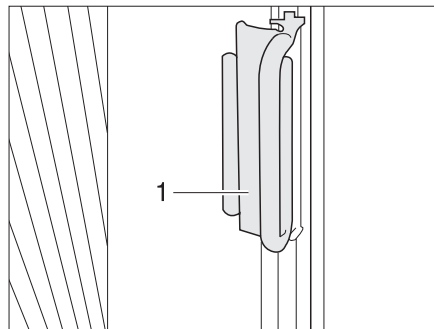

Fig. 22 Bloqueo de los estores plegables para la ventana del conductor/ del acompañante
- Empujar los estores plegables para la ventana del conductor y del acompañante con el tirador (Fig. 22,1) sobre la pieza sobrepuesta. El estor plegable queda asegurado.